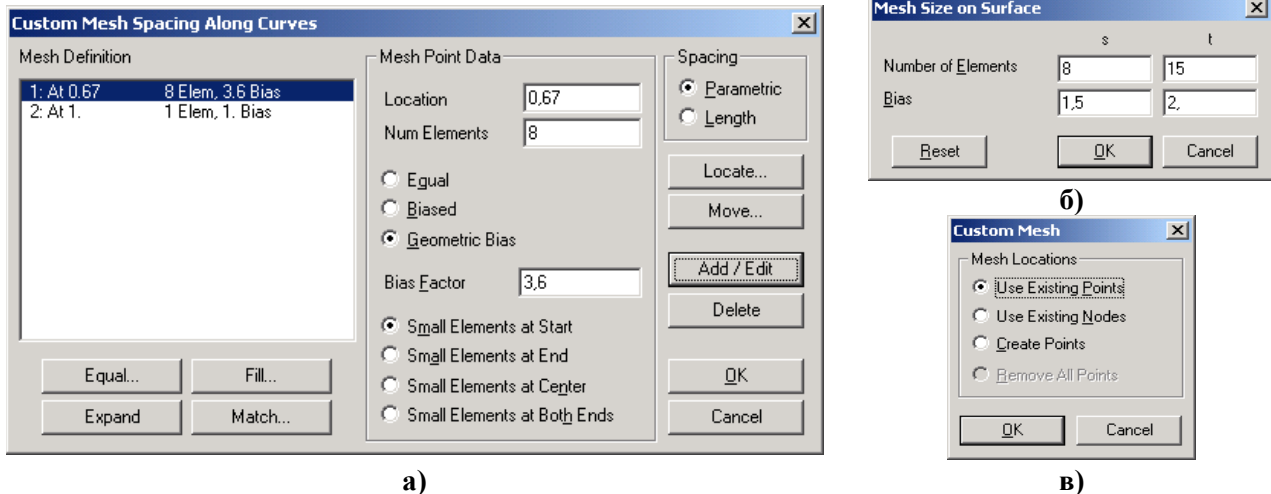

Рис.3.8. Діалогові панелі розмітки СЕС: а) – на кривих; б) – на поверхнях; в) – з урахуванням точок та вузлів
- групами на кривій (**Custom Size Along Curve...**): обирається лінія, після чого з’являється відповідна діалогова панель (див. рис.3.8-а) для часткової розмітки кривої. Панель має вже знайомі елементи у секціях „**Mesh Point Data**” та „**Spacing**”, а також значну кількість нових. У вікні „**Mesh Definition**” поміщується список груп, заголовки яких створюються автоматично та вміщують інформацію про значення локальної координати початку групи розмітки (**At**), кількість СЕ (**Elem**) та коефіцієнту збільшення кроку (**Bias**). Завжди є „фінальна” група, яка „замикає” розмітку та яку не можна видалити. Локальна координата може мати значення від 0 до 1. Її можна вводити з клавіатури або візуально за допомогою кнопки „**Locate...**”. Коли значення для групи обрані, необхідно натиснути на кнопку „**Add/Edit**”. Кнопка „**Move...**” дозволяє візуально редагувати локальну координату раніше введеної групи. Кнопки під вікном „**Mesh Definition**” дозволяють проводити зміни призначень для *всієї* обраної кривої, причому на основі введених груп. Це команди:
- ділення параметричним чином на ребрах поверхні (з трьома або чотирма ребрами) „твердого” тіла (**Mapped Divisions on Surface...**): обирається поверхня, на діалоговій панелі „**Mesh Size on Surface**” (див. рис.3.8-б) вказується кількість СЕ за напрямками двох параметрів s (напрямок вказано стрілкою) та t , а також значення коефіцієнтів збільшення кроку від
- з урахуванням точок на поверхні (**Mesh Point on Surface...**): обирається поверхня „твердого” тіла, на якій у всіх точках (з границями включно) будуть обов’язково створені вузли СЕС. Потім з’являється додаткова діалогова панель „Custom Mesh” (див. рис.3.8-в). На неї необхідно обрати один з варіантів: „Use Existing Points” (використати точки, що існують), „Use Existing Nodes” (використати вузли, що існують), „Create Points” (створити точки) або „Remove All Points” (видалити всі точки).